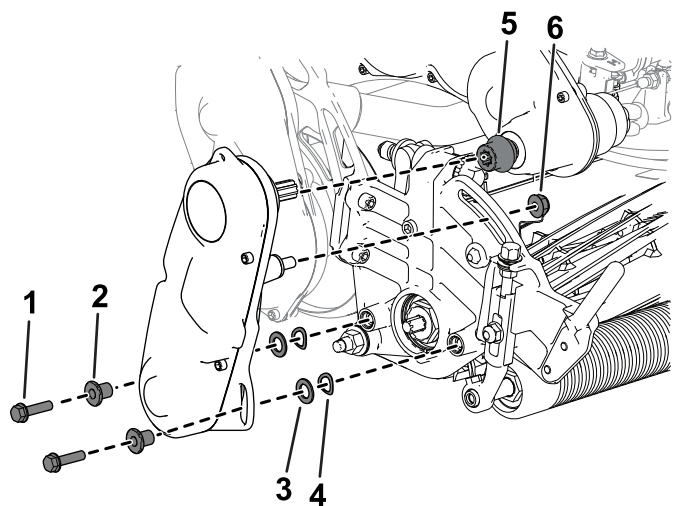

Figura 45
6. Utilize os parafusos de cabeça sextavada interior, anilhas e espaçadores previamente removidos para prender o conjunto da transmissão do cilindro à placa lateral da unidade de corte (Figura 45).
Certifique-se de que o veio da transmissão do cilindro está instalado no acoplador do veio de transmissão (Figura 45).